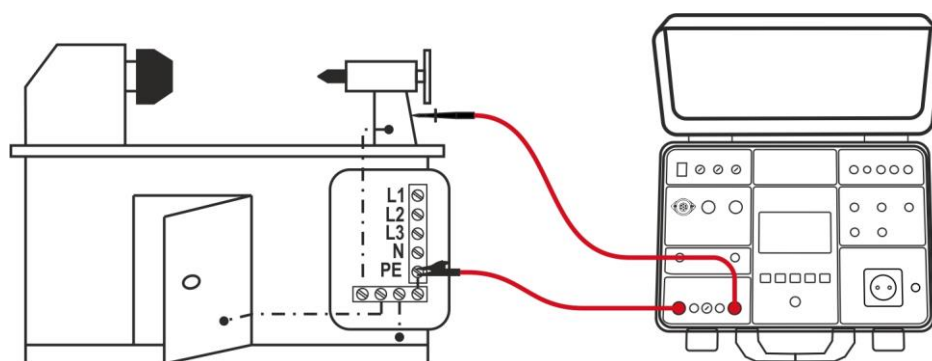

Fig. 27: Conexión de las puntas de prueba en la función RPE-2WIRE
9. Conecte las puntas de prueba de acuerdo con la Fig. 27